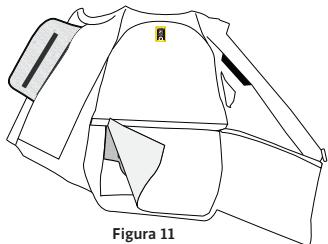

Figura 11
- Accedere all'apertura nella parte interna del gilet aprendo la zip e i ganci (Figura 11).